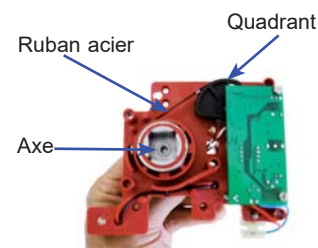

fig I-4
- Mesurer la course disponible de l'axe du positionneur en faisant tourner délicatement l'axe. La course est limitée par la course du quadrant de roue du potentiomètre relié à l'axe par un ruban en acier inox (cf figure I-4). Placer l'axe à mi-course (fig I-4) puis remettre en place dans le boîtier du positionneur cette plaque rouge **avec l'axe en position mi-course**.